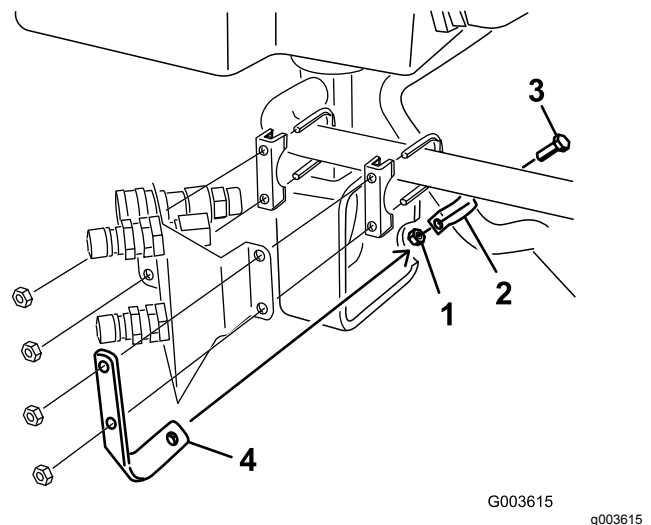

Figure 28
6. Placez un collier en R sur le grand flexible hydraulique comme montré à la Figure 28.
7. Fixez le collier en R à la patte de retenue avec un boulon (5/16" x 7/8") et un écrou (5/16") ; voir Figure 28.